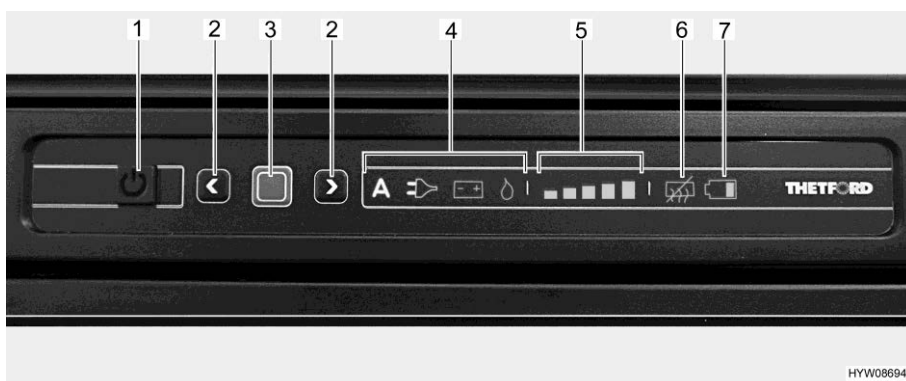

Fig. 185 Quadro comandi LED (frigorifero Thetford)
- Premere il tasto On/Off (Fig. 185,1) per 1 secondo. Il tasto si illumina di verde. Dopo circa 10 secondi, l'indicatore viene attenuato per risparmiare energia.
- Premere il tasto di conferma (Fig. 185,3). Viene visualizzata l'ultima modalità di funzionamento selezionata.
- Premere il tasto di conferma (Fig. 185,3) per circa 2 secondi. I simboli della modalità di funzionamento lampeggiano.
- Selezione manuale dell'energia: Selezionare le fonti di energia desiderate con i tasti freccia (Fig. 185,2).
- Sistema automatico di selezione di energia (solo per modelli con selezione automatica dell'energia): Selezionare la modalità di funzionamento "A" con i tasti freccia (Fig. 185,2).
- Confermare la scelta con il tasto di conferma (Fig. 185,3).
- Premere nuovamente il tasto di conferma (Fig. 185,3). L'indicatore del livello di refrigerazione (Fig. 185,5) lampeggia.
- Per modificare l'impostazione, premere i tasti freccia (Fig. 185,2) fino a visualizzare l'impostazione desiderata.
- Premere il tasto On/Off (Fig. 185,1) per circa 2 secondi. Tutte le spie si spengono. Il frigorifero è spento.
Dopo l'accensione il frigorifero seleziona automaticamente la regolazione del termostato selezionata per ultima. Questa impostazione può essere modificata manualmente con i tasti freccia (Fig. 185,2). Ci vogliono alcune ore prima che il frigorifero raggiunga la temperatura normale di esercizio. Quando si commuta a un'altra modalità di funzionamento, la regolazione sul termostato viene mantenuta.